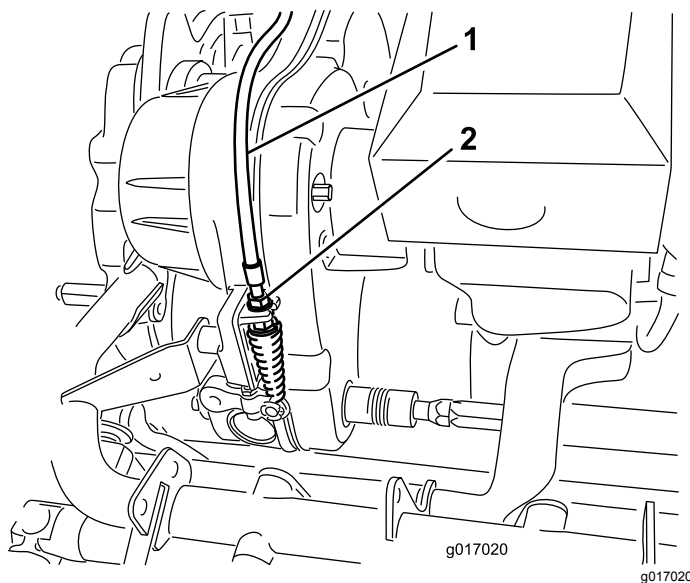

Bild 49
2. Stellen Sie den Spindelbowdenzug am Getriebeschott (Bild 49) ein, um eine Federlänge von 70,6 mm bis 72,4 mm zu erhalten.